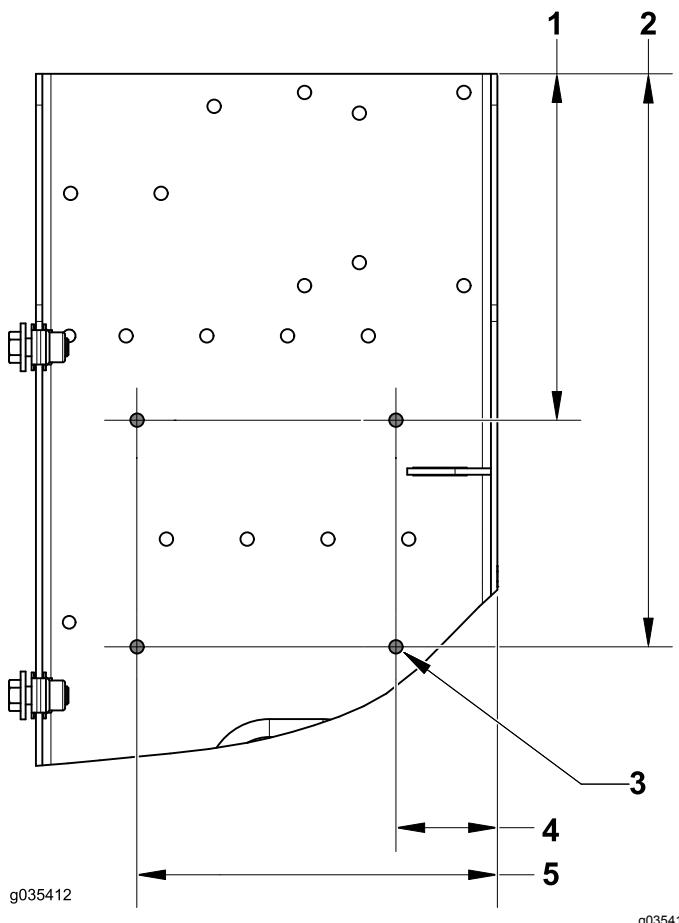

Figure 8
4. Localisez et repérez les trous suivants du contrôleur (Figure 8).